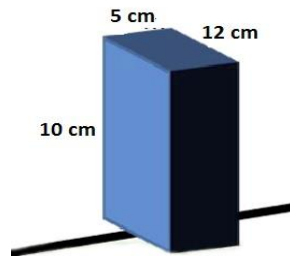

Figura 4 – Obstáculo.
3.6. A dimensão de um obstáculo terá no máximo 12cmX5cmX10cm, conforme figura 4.